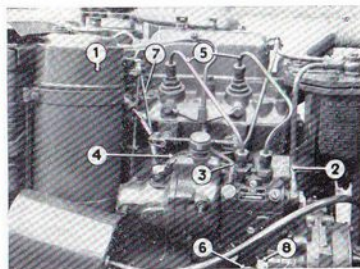

FIG. 34. — Démontage de la pompe d'injection.
a) Dépose de la pompe d'injection (fig. 34)